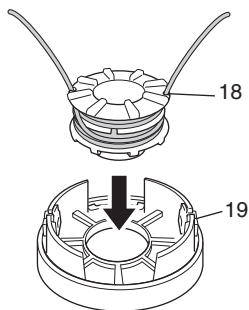

Fig. 24
- (5) Introduzca ambos extremos sueltos de la línea a través de la guía de cuerda (19) cuando coloque el rollo en la caja. (Fig. 24)